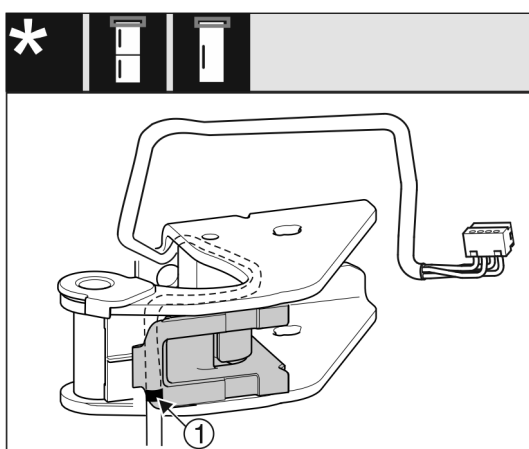

Fig. 16
- ▷ La marcatura centrale deve risultare sul bordo del supporto cavi Fig. 16 (1).